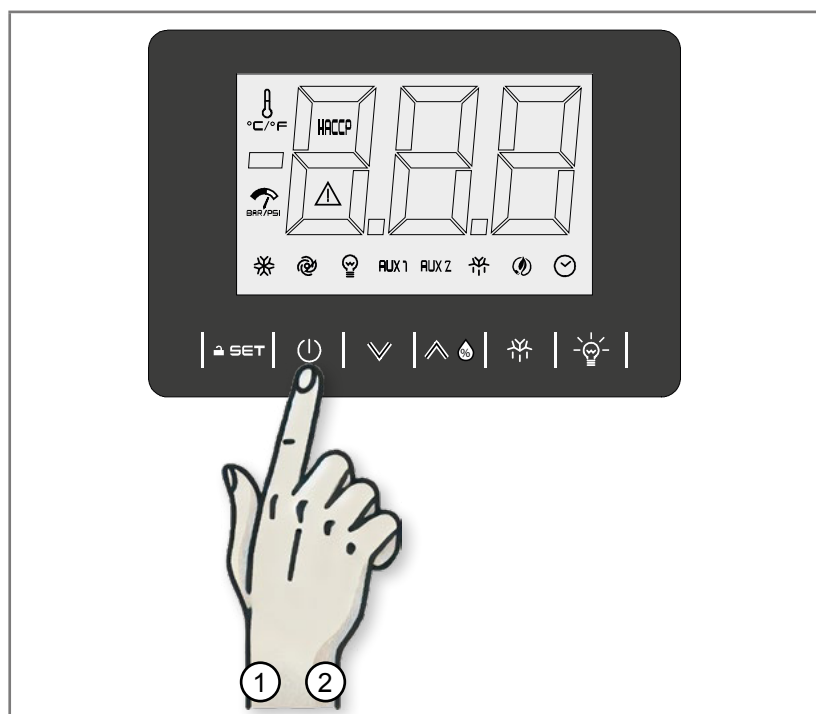

Abb. 5.2 - Ein- und Ausschalten
1. Berühren Sie die Taste ON/STAND-BY 2 Sekunden lang (1 – Abb. 5.2).
2. Berühren Sie die Taste ON/STAND-BY 2 Sekunden lang (2 – Abb. 5.2).